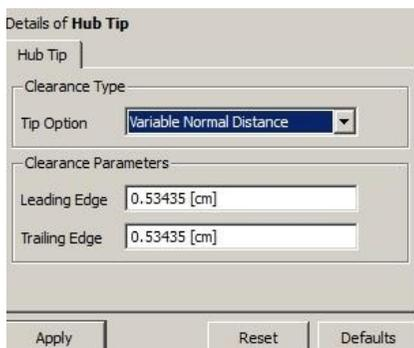

Рис. 3.11. Меню задания параметров радиального зазора переменной величины
- *Variable Normal Distance* – абсолютный зазор, изменяющийся по ширине венца. Предполагается, что зазор меняется линейно от значения у входной кромки до значения у выходной кромки, которые задаются в полях *Leading Edge* и *Trailing Edge*. Величины зазора задается в единицах длины (рис. 3.11).